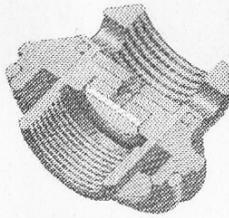

Рис. 16
12. Прикрутить задник с усилием достаточным для того, чтобы устраниТЬ зазоры между узлами и деталями и обеспечить их надежную стяжку на стволе (рис. 16).